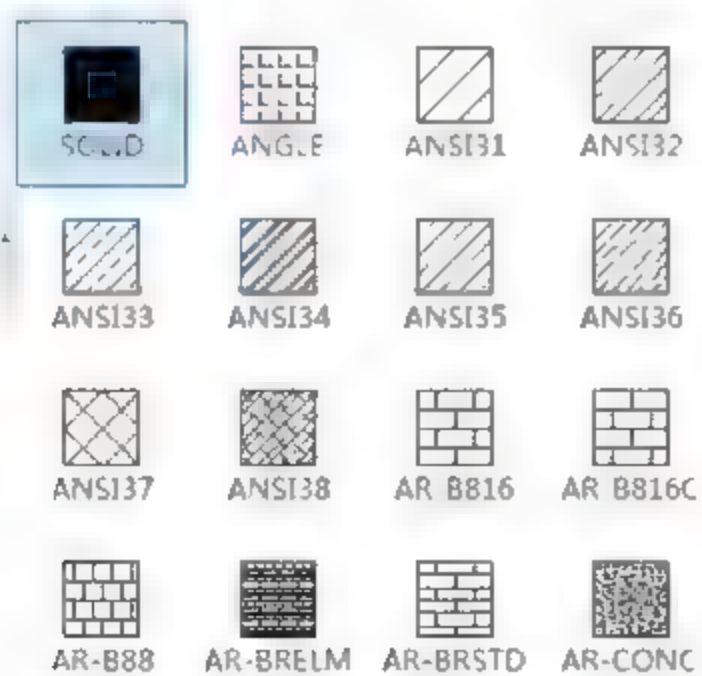

图4-128 图案列表
- 【图案】面板:该面板显示所有预定义和自定义图案的预览图案,如图4-128所示,以供用户快速选择。